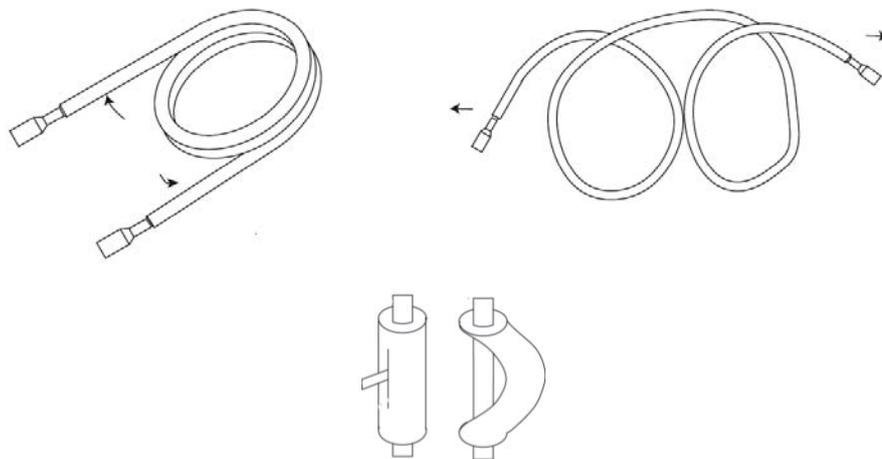

Fig.13
3. Quando si piega il tubo tagliare il rivestimento isolante termico con un cutter affilato come mostrato in Fig.13, e piegarlo dopo esposizione del tubo. Dopo la piegatura del tubo, assicuratevi di mettere il rivestimento isolante termico posteriore sul tubo, e fissarlo con del nastro adesivo.